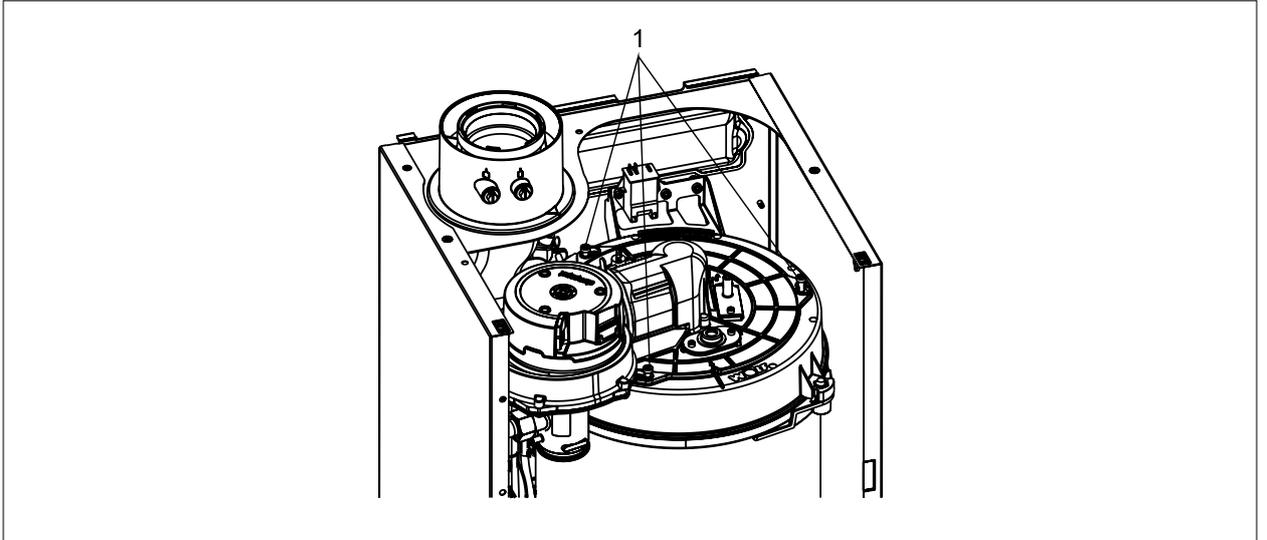

**Abb. 5.7 Anschlusskabel Brennkammerdeckel lösen**
- ▶ Dichtung (1) auf Beschädigungen kontrollieren und bei Defekten tauschen.
- ▶ Brennkammerdeckel (4) auf die Brennkammer setzen.
- ▶ Neue Gasdichtung einsetzen (2) und Überwurfmutter anziehen.
- ▶ Stecker der Zünd- und Ionisationselektrode, STB und Gebläse anschließen, siehe Abb. 5.7.
- ▶ Brennkammerdeckel mit Schrauben (3) befestigen.